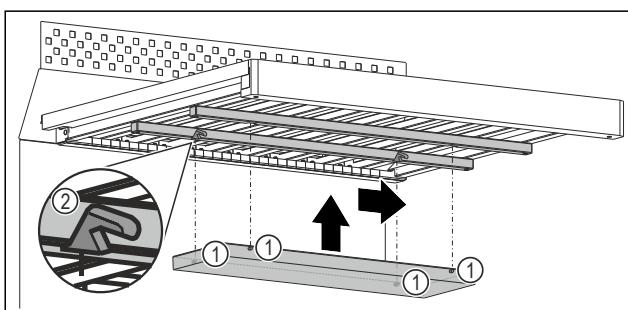

Fig. 104 Примерное изображение
- Установите каждый штифт Fig. 104 (1) в соответствующую выемку Fig. 104 (2) на направляющих под деревянной решеткой.